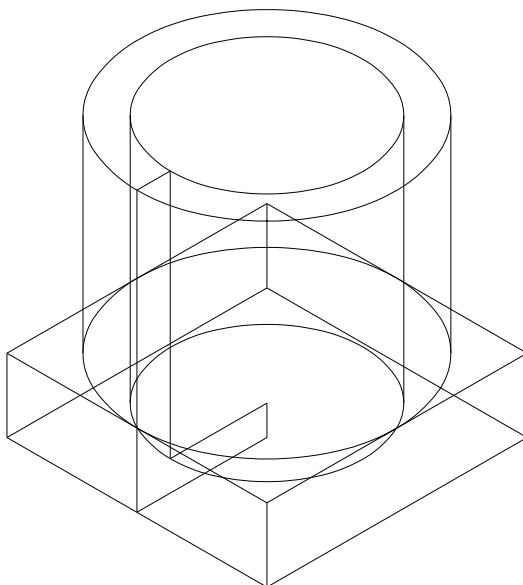
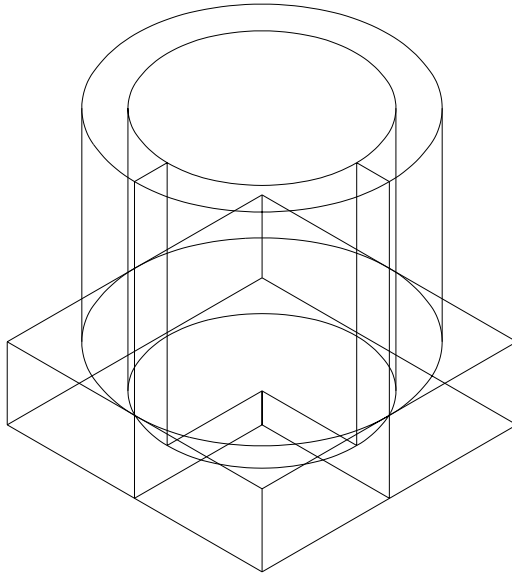

Fig. 8.9
Fig. 8.10
7. Trasarea profilurilor determinate în piesă de cele două plane de secționare. Se va trasa mai întâi profilul din partea stângă (fig. 8.9), urmând ca profilul din dreapta să fie obținut prin ”oglundirea” profilului din stânga (fig. 8.10).